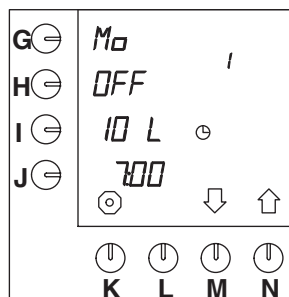

Fig. 14 Paramètre pré-programmé de démarrage par défaut
- Ensuite, la programmation du premier paramètre de démarrage suivante s'affiche sur l'écran de contrôle (fig.14).
- Après cela, le paramètre du premier programme de démarrage automatique s'affiche sur l'écran de contrôle (fig.14).